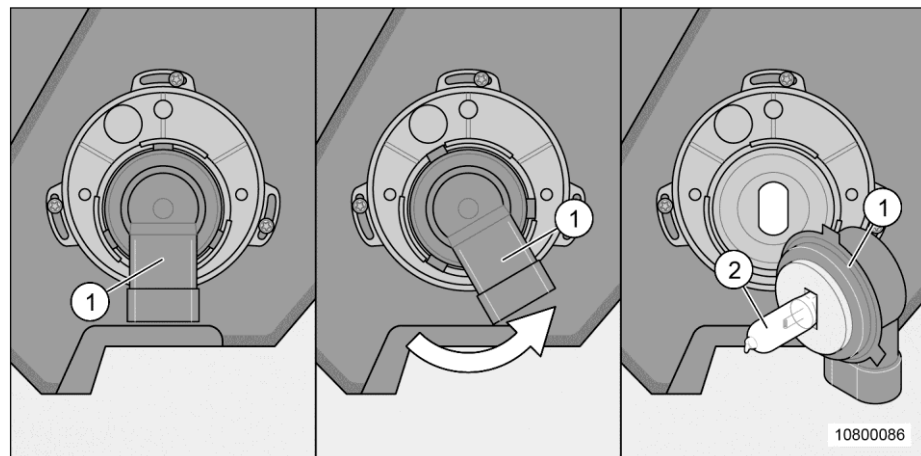

Fig. 175 Remplacement de l'ampoule du feu de croisement et du feu de route
Si, en remplaçant l'ampoule au niveau de l'éclairage avant (Fig. 175), on travaille avec un outil non approprié ou si le câble est trop sollicité, il y a risque de détérioration.
1. Tourner le culot (Fig. 175/1) dans le sens anti-horaire jusqu'en butée.
2. Retirer prudemment le culot (Fig. 175/1) en veillant à le tenir bien droit.
3. Retirer l'ampoule (Fig. 175/2) du culot et la remplacer.